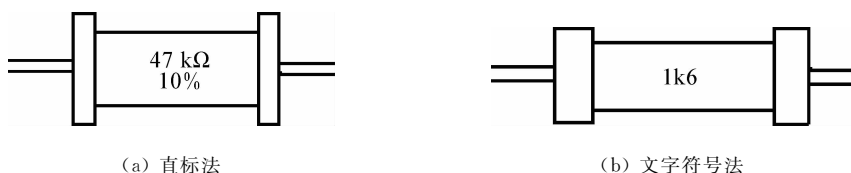

图 1-1-13 电阻器常用标准方法
(3) 电阻器和电位器型号命名法 根据国家标准 GB 2470—1981《电子设备用电阻器、电容器型号命名法》的规定,电阻器的型号由以下四部分组成,每一部分的确切含义如下说明。第一部分:主称,用字母表示,R表示电阻器,W表示电位器;第二部分:材料,用字母表示;第三部分:分类,用数字或字母表示;第四部分:序号,用数字表示。
(4) 电阻器和电位器的主要参数
① 标称阻值(简称标称值):标称值是产品标志的“名义”阻值,其基本单位为欧姆(Ω)。常用单位还有千欧($k\Omega$)、兆欧($M\Omega$)。
② 允许误差:允许误差表示电阻器和电位器实际阻值对于标称阻值的最大允许偏差范围。它表示产品的精度。普通电阻的允许误差分三个等级:允许误差为 $\pm 5\%$ 的称为Ⅰ级;允许误差为 $\pm 10\%$ 的称为Ⅱ级;允许误差为 $\pm 20\%$ 的称为Ⅲ级。精密电阻的允许误差分为 $\pm 0.5\%$ 、 $\pm 1\%$ 、 $\pm 2\%$ 三个等级。
③ 额定功率:在规定温度、一定的大气压下,电阻器在电路中能长期连续工作所消耗的最大功率就称为额定功率。常用的有 $1/16\text{ W}$ 、 $1/8\text{ W}$ 、 $1/4\text{ W}$ 、 $1/2\text{ W}$ 、 1 W 、 2 W 、 5 W 、 10 W 、 25 W 、 50 W 、 100 W 等额定功率值。
(5) 电阻器和电位器的识读方法 电阻器常用的标注方法如图 1-1-13 所示: